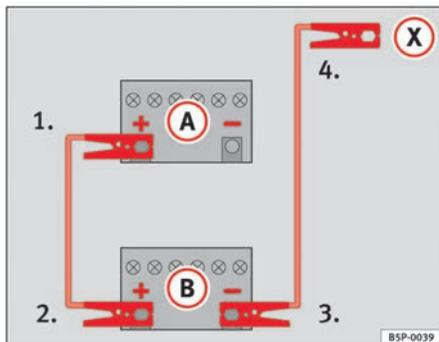

Fig. 237 Schéma de branchement des câbles de démarrage
Sur la ⇒ fig. 237, la batterie déchargée est repérée par la lettre **(A)** et la batterie fournissant le courant par la lettre **(B)**.
1. Raccordez une extrémité du câble de démarrage rouge à la borne positive ⇒ fig. 237 **(+)** du véhicule dont la batterie est déchargée ⇒ ⚠.